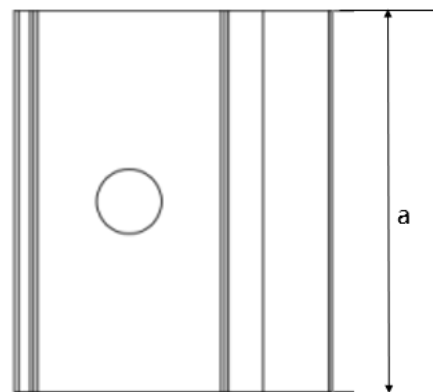
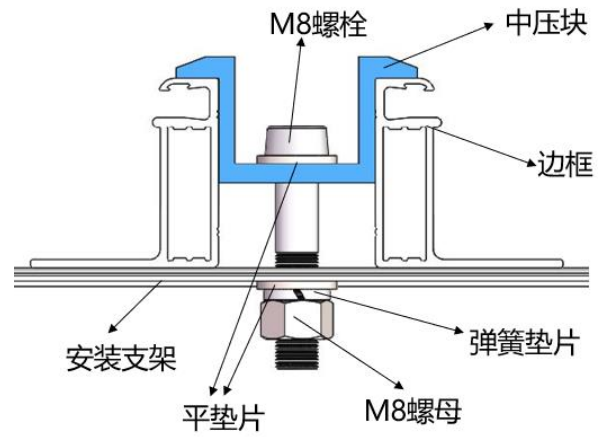
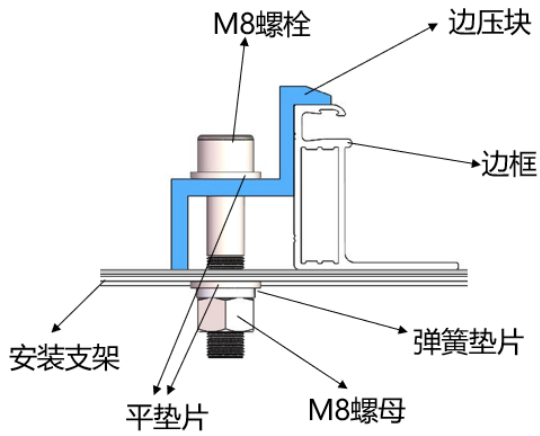

图7 边压块俯视图
图 10 中压块安装示意图
图 9 边压块安装示意图
- ① 将组件置于两条支架之上（不提供）。支架必须使用不锈钢材料或做过防腐处理（如热镀锌处理）。每块光伏组件至少需要 4 个压块去固定，在安装过程中，请勿让压块直接接触玻璃及让边框变形，否则会导致组件破损。
- ② 务必避免因夹具形成的阴影对组件造成遮挡效应。漏水孔不能被夹具遮挡。夹具必须与组件边框保持至少 8mm 但不超过 11mm 的重叠部分（保证组件可靠安装的前提下可以变更夹具截面）。
- ③ 支架与组件边框接触的上表面需有一个与 M8 螺栓匹配的凹槽。
- ④ 若支架上无凹槽，则需在上述提到的位置钻一个直径大小合适的孔，以便螺栓固定。
- ⑤ 确保每个压块的安装顺序为平垫圈、弹簧垫圈、螺母。
- ⑥ 图 7、8 为压块示意图，图 9、图 10 所示为压块安装示意图。压块的尺寸为  $a \geq 60 \text{ mm}$ ,  $b \geq 16 \text{ mm}$ ,  $c \geq 5 \text{ mm}$ ,  $d \geq 8 \text{ mm}$ ,  $e \geq 15 \text{ mm}$ ,  $\varnothing = 9 \text{ mm}$ , 压块厚度  $\geq 3 \text{ mm}$ 。当螺栓和螺丝为 8.8 等级时，推荐收紧扭矩为  $17 \sim 23 \text{ N} \cdot \text{m}$ 。